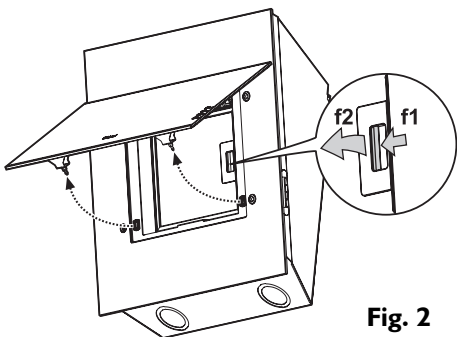

Fig. 2
3. Retirar o/s filtro/s de gordura (Fig. 2). Para o/s extrair, puxar o punho de desprendimento de mola (f1) e, em seguida, extrair o/s filtro/s (f2).
1. Abrir o painel frontal e retirar o filtro de gordura (Fig. 2).